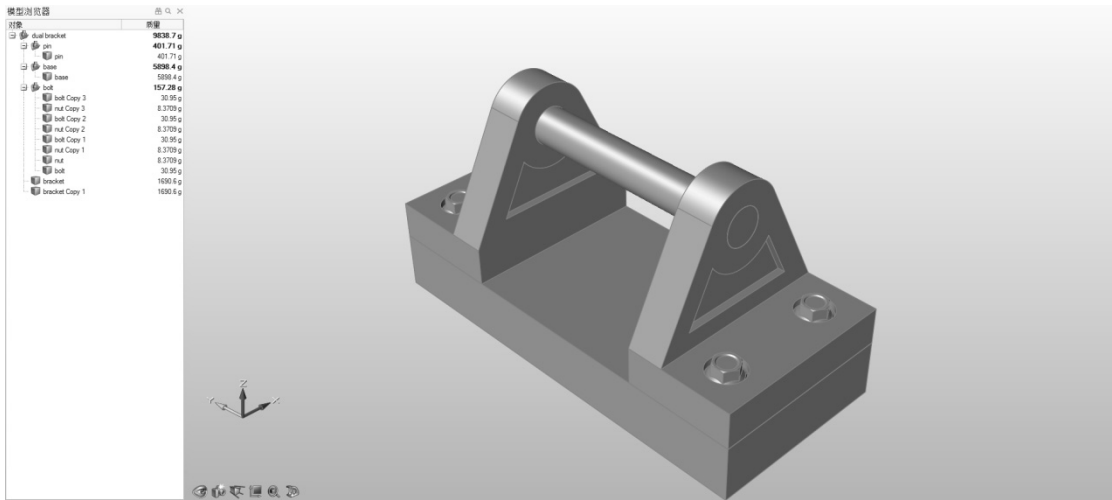

图 2-7
4) 单击该文件将其打开。如果该模型不可见，则按〈F2〉键打开模型浏览器，如图 2-7 所示。